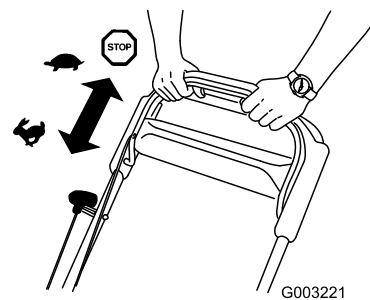

**Figura 12**
2. Tirate l'avvitatore autoavvolgente (Figura 12)